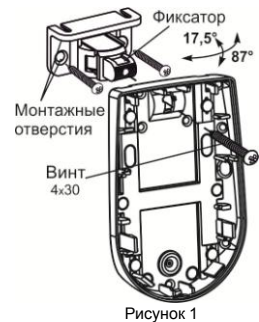

Рисунок 1
4.5 Совместить фиксатор кронштейна с пазом для кронштейна на извещателе и частично ввернуть винт с внутренней стороны основания извещателя в фиксатор кронштейна (рисунок 1).